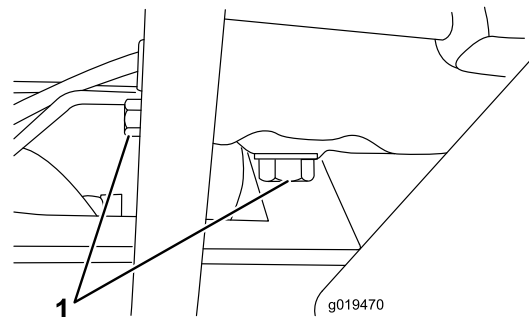

Figure 51
1. Retirez le bouchon de vidange (Figure 51) et laissez couler l'huile dans un bac de vidange. Remettez le bouchon quand la vidange est terminée.